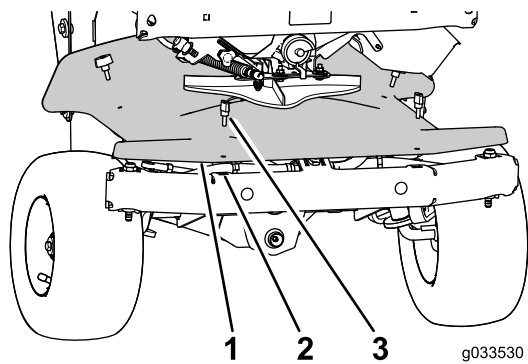

Figure 32
- Retirez les 4 vis à oreilles qui fixent le couvercle avant (sous la turbine) au châssis et déposez le couvercle (Figure 32).